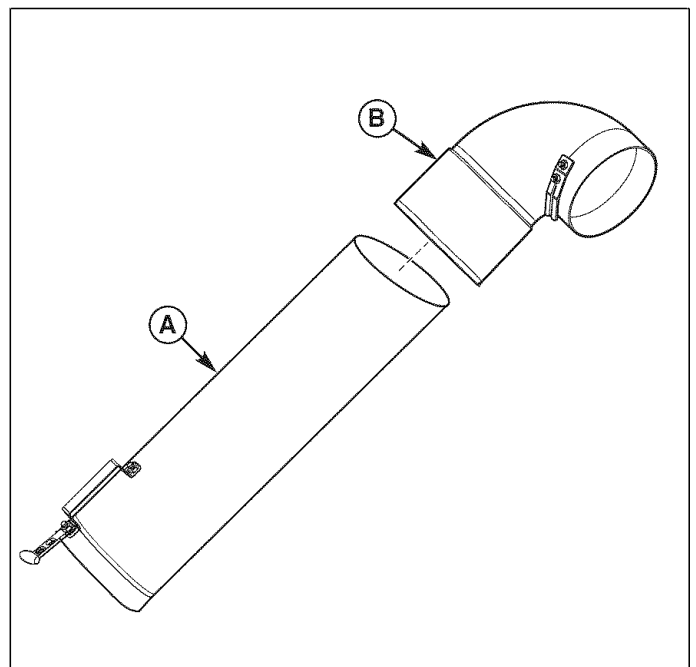

Figura 8. Conectar el tubo superior y medio
1. Más bajo (A, Figura 8) en el tubo superior (B).